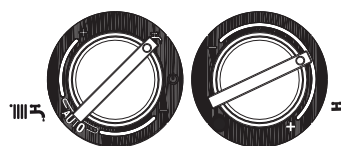

Рис. 4.2
- установите переключатель режимов работы на символ "🚰" (рис. 4.2)